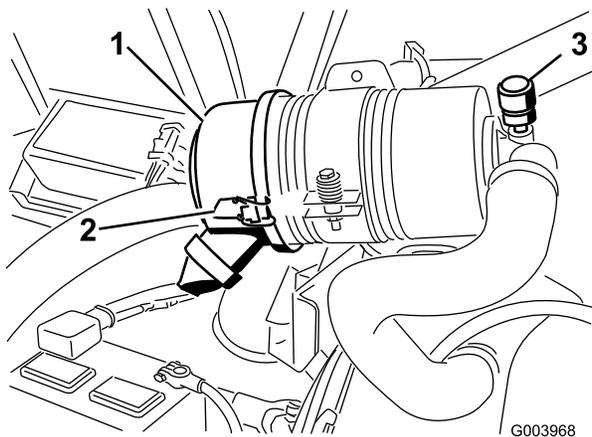

Figura 61
Revise el filtro del limpiador de aire únicamente cuando el indicador de mantenimiento (Figura 61) lo requiera. El cambiar el filtro antes de que sea necesario sólo aumenta la posibilidad de que entre suciedad en el motor al retirar el filtro.
1. Abra los enganches que fijan la tapa del limpiador de aire a la carcasa del limpiador de aire (Figura 61).